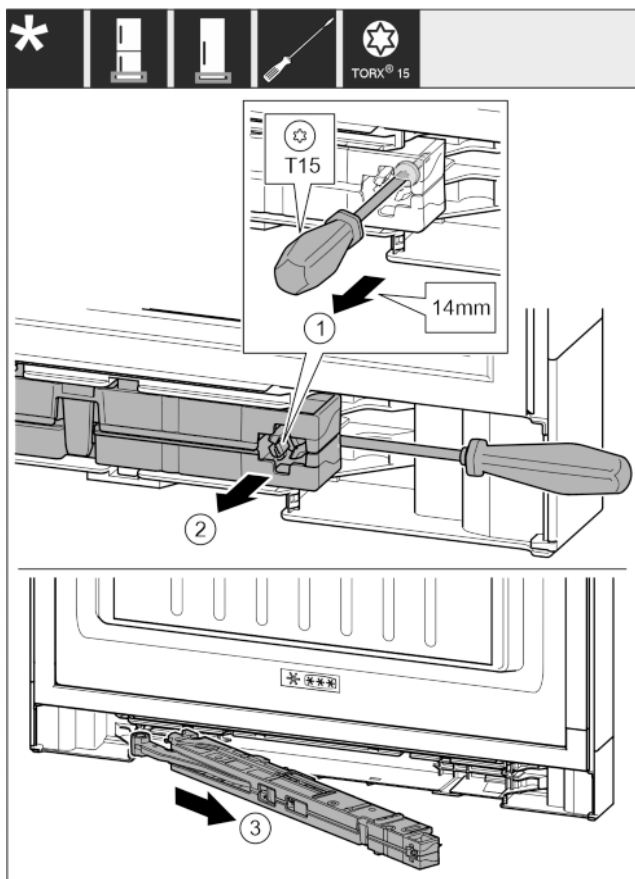

Fig. 14
- ▶ Vijake na enoti blažilnikov za zapiranje vrat odvijte z izvijačem T15 za pribl. 14 mm. Fig. 14 (1)
- ▶ Na strani ročaja potisnite izvijač za enoto blažilnikov za zapiranje vrat. Enoto obrnite naprej. Fig. 14 (2)
- ▶ Enoto izvlecite. Fig. 14 (3)